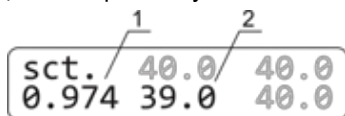

Рисунок 3. Изменение коэффициента:
6.4.6. С помощью кнопок ▲ и ▼ T °C. измените коэффициент калибровки (рис. 3/1) так, чтобы новое значение температуры (рис. 3/2) соответствовало температуре независимого сенсора. В нашем примере коэффициент калибровки будет равен 0,974.